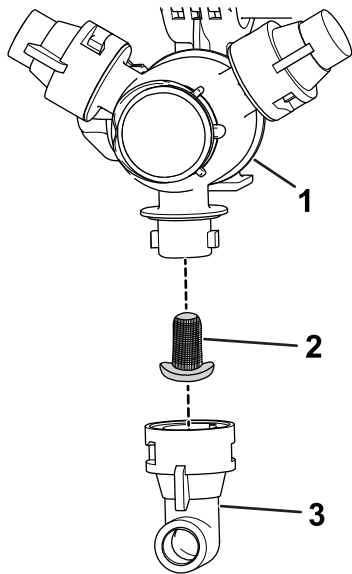

Figure 61
2. Retirez la buse de la tourelle de pulvérisation (Figure 61).
3. Retirez le filtre de buse usagé (Figure 61).
4. Montez le filtre de buse neuf (Figure 61).
5. Installez la buse sur la tourelle de pulvérisation (Figure 61).